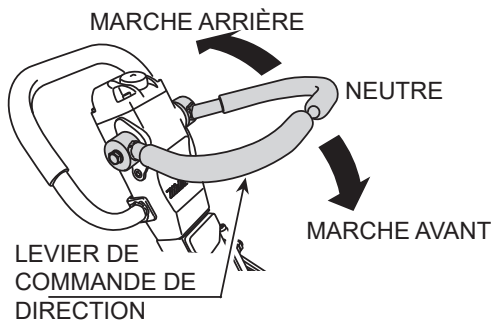

**Figure 20. Levier d'accélérateur (position de fonctionnement)**
1. Une fois que le moteur a démarré, réglez rapidement le levier d'accélérateur du moteur en **position de fonctionnement** (Figure 20).